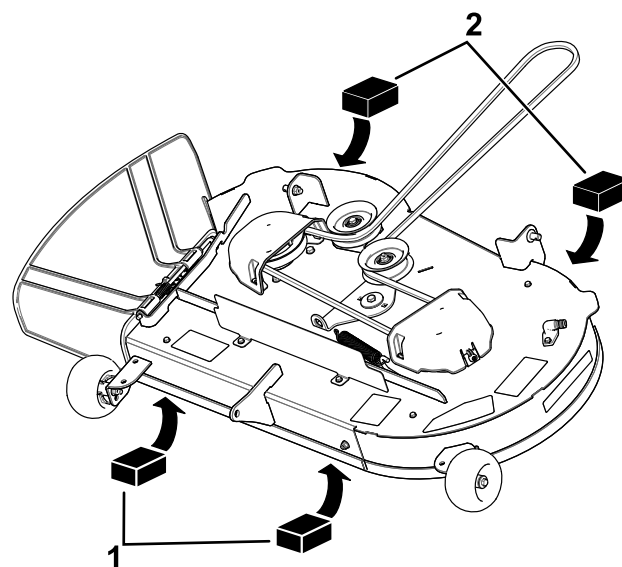
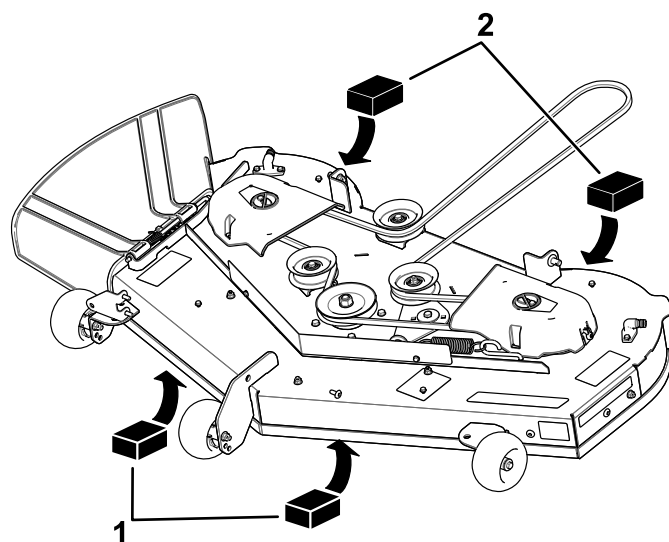

Figura 71
Figura 72
4. Coloque 2 bloques de 6,6 cm de grosor debajo de cada lado del borde delantero de la carcasa, pero no debajo de los soportes de los rodillos protectores del césped (Figura 71 o Figura 72)
5. Coloque 2 bloques de 7,3 cm de grosor debajo del borde trasero del faldón de la carcasa de corte, 1 en cada lado de la carcasa de corte (Figura 71 o Figura 72).